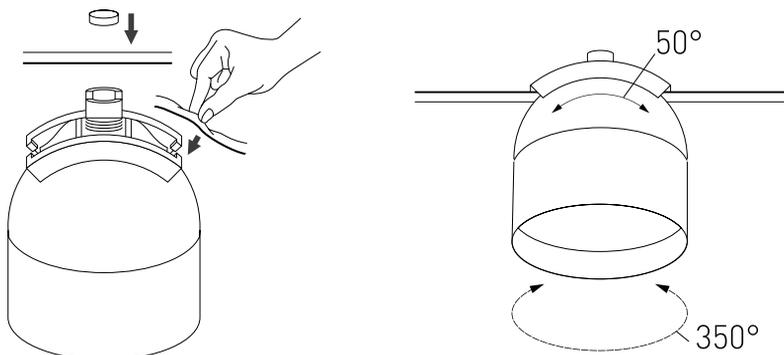

Рис. 2. Установка светильника
- 3.2. Устройство крепления выполнено в виде фиксирующих проушин и заворачивающегося фиксатора с правой резьбой, который накручивается на верхнюю часть корпуса светильника. Открутите верхнюю часть фиксатора у светильника, тем самым освободив установочное пространство. Установите светильник в необходимом месте токопроводящего ремня, проденьте ремень в фиксирующие проушины и зафиксируйте его, закрутив верхнюю часть фиксатора светильника, как показано на рис. 2.